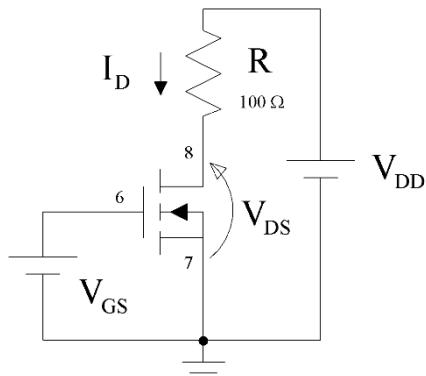

Figura 1
- 3.1.1. Monte o circuito da Figura 1. Use duas fontes de tensão independentes.